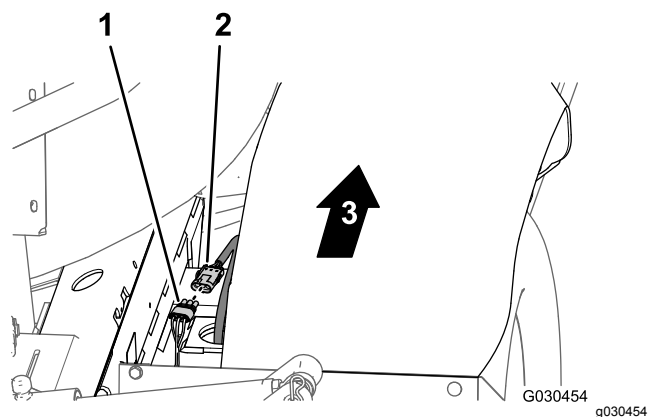

Bild 96
2. Verbinden Sie am Heck der Maschine (zwischen dem rechten Rahmenrohr und dem rechten Kotflügel) den nicht gekennzeichneten 3-poligen Anschluss des 30,5-cm-Kabelbaumzweigs des hinteren Kabelbaums mit der 3-poligen Buchse des Geschwindigkeitssensor-kabelbaums des rechten Antriebsmotors (Bild 96).